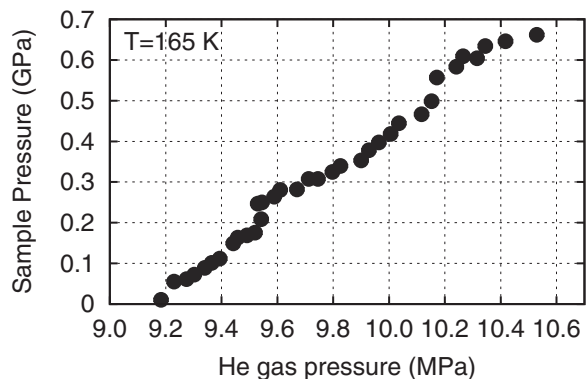

Figure 6 He gas pressure dependence of the sample pressure at  $T = 165$  K.
前章で示した方法で、温度・圧力相図の作成は可能であるものの、測定される物理量は、温度と圧力が同時に変化してしまうため、その変化を議論することは難しい。既に述べたように、温度変化とともに試料圧力が変化してしまう大きな原因の 1 つは、DAC 自身の熱収縮である。そこで、温度一定での圧力依存性の実験の可能性を探ってみた。Fig. 6 に、 $T = 165$  K で He ガス圧を印加したときの試料室内の圧力変化を示す。試料圧力は、NaCl の格子定数より求めているが、その実験誤差は点の大きさより小さい。また、印加している He ガス圧と試料圧力の間には、ほぼ比例関係があると言える。このように、温度一定で試料の圧力を 0.02 GPa 程度の精度で制御することが可能であり、これまで測定できなかったような微妙な圧力効果の実験が可能になると期待される。ただ圧力媒体が固化した状態で
**Figure 6** SAXS profiles and POM photographs for the PBA-PLC block copolymers in liquid crystalline state at 40°C. The scale bar indicates a distance of 200  $\mu\text{m}$ .
Fig. 6にB38LC30, B34LC08, B38LC07の40°C ( $< T_{iso}$ )におけるSAXSプロフィールとPOM写真を示す。液晶性成分分率が比較的小さく、それぞれシリンダ状、球状マイクロ相分離構造を有すると考えられるB34LC08およびB38LC07では、液晶ホモポリマーで $q=1.4 \text{ nm}^{-1}$ 付近にみられたスメクチック層由来のピークは観察されない。また、B34LC08のPOM写真は液晶相の存在を示す配向組織が見られるが、B38LC07では観察されない。前節で述べた非晶性成分がPStである場合と同様、非晶性成分がゴム状である場合でも、液晶性成分分率が小さく孤立した微小マイクロドメイン内においては、液晶化が阻害されることを示している。一方、ラメラ状マイクロ相分離構造を有すると考えられるB38LC30では、スメクチック層由来のピークが明瞭に観察され、液晶ホモポリマーとほぼ同じ $T_{iso}$ と転移熱を持つスメクチック型液晶が形成された。